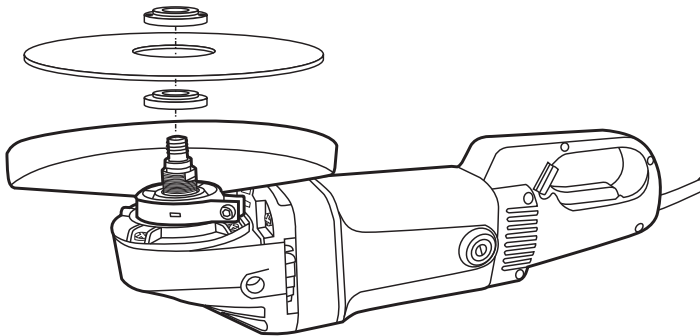

Abb.8
2. Setzen Sie den Schleifkörper mit dem Etikett zum Elektrowerkzeug zeigend auf die Spindel. Das Loch im Schleifkörper muss sicher auf dem Zentrieransatz des Stützflansches (10) sitzen.
3. Setzen Sie den Spannflansch (8) auf die Spindel (Abb. 8).